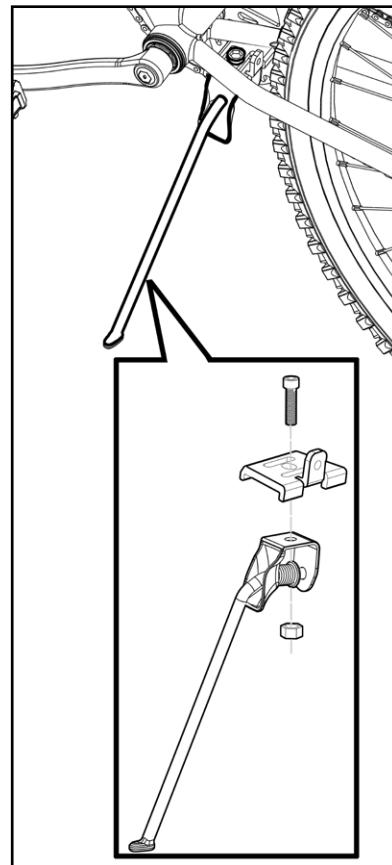

Figure 49
Si la béquille n'est pas montée sur votre bicyclette, placez celle-ci en position verticale contre un mur ou demandez à quelqu'un de vous aider à la tenir. Mettez la béquille dans le support monté sur le cadre et utilisez une pince à joint coulissant standard (E) pour arrimer le boulon de fixation et maintenir la béquille en place. Veillez à serrer le boulon de fixation de façon sécuritaire. Certaines béquilles sont munies d'une platine qui facilite la localisation du boulon et la fixation de la béquille à l'aide d'un boulon de fixation. Veillez à serrer l'écrou d'essieu. Le protège-dérailleur reposera entre le cadre et l'écrou de l'essieu (voir la Figure 49).